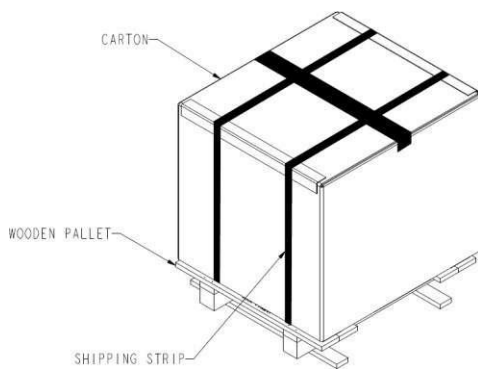

Fig. 1
- Klipp av forsendelseslisten og fjern kartongen (se fig. 1)